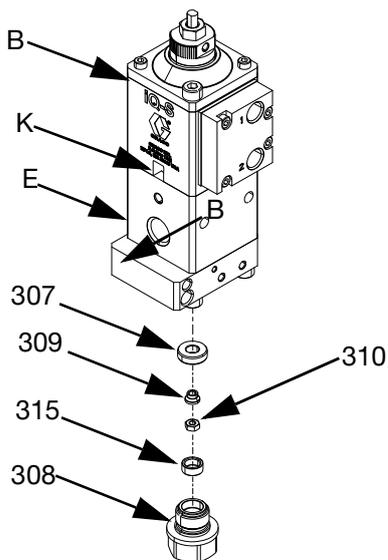

FIG. 10
3. Si se usa una válvula antigoteo (iQ-S), habrá que retirar la boquilla antigoteo (309) antes de poder desconectar la sección de aire (B) de la sección de fluido (E). Consulte la FIG. 10.